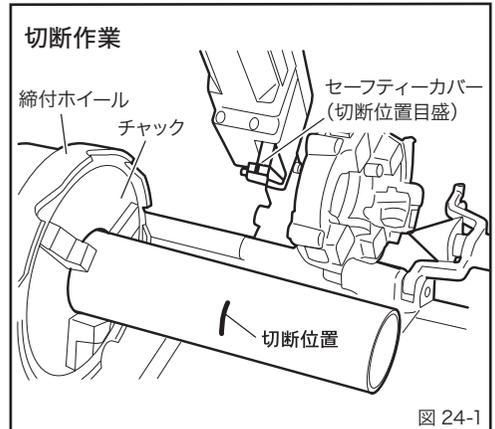

図 24-1
- ①切断するパイプは必ずしっかりとチャッキングしてください。
- ②セーフティーカバーの切断目盛を切断位置に合わせ、パイプマシンのスイッチを ON にしてください。(図 24-1)